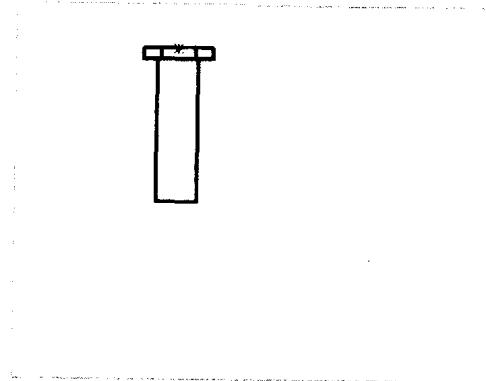

图 1-10 零件的主视图
- (1) 生成螺栓零件的工程图。首先生成零件的主视图,如图 1-10 所示。